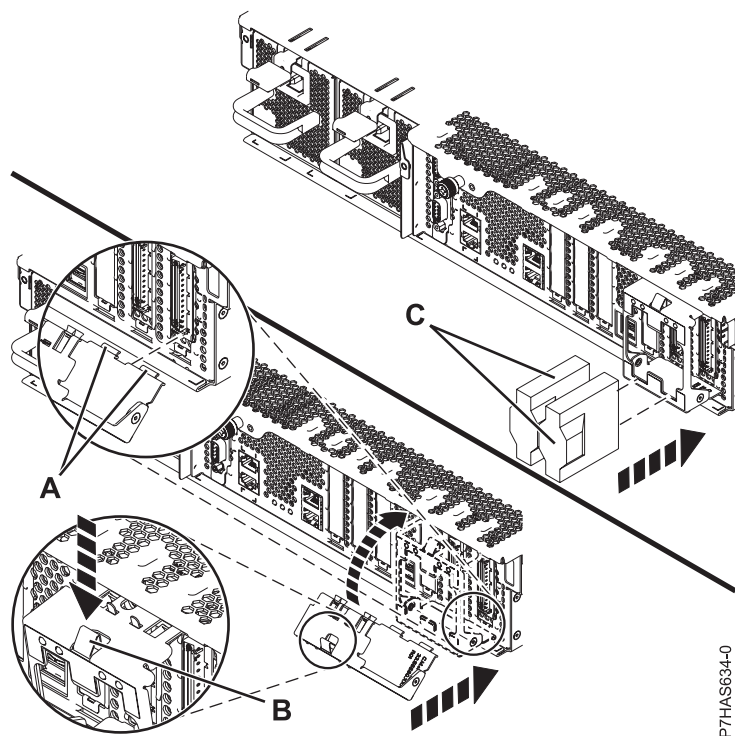

Figura 4. Instal·lació de la peça de subjecció de retenció de cables
16. Si se subministra la peça de subjecció de retenció de cables (**A**), que es mostra a Figura 4 a la pàgina 6, duu a terme els passos següents: